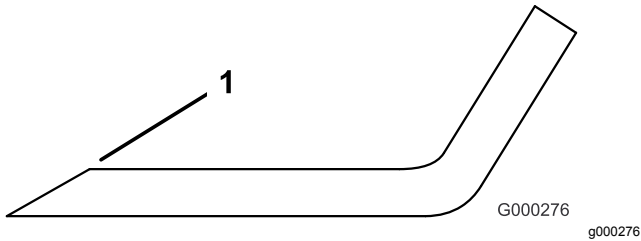

Figure 92
1. Au moyen d'une lime, aiguissez les tranchants à chaque bout de la lame (**Figure 92**).